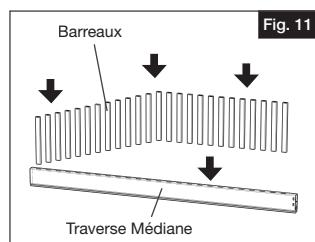

Fig. 11
- a. Insérer les barreaux dans la traverse médiane (Fig. 11).